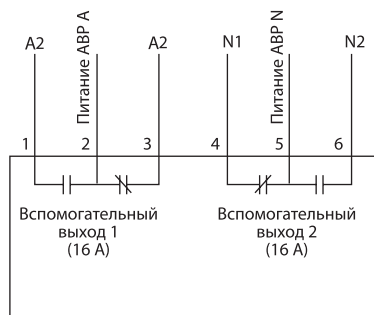

Рисунок 5. Источник питания фазного напряжения
Подключите ввод 1 и ввод 2 (например, фаза А) к нормально замкнутому (3) и нормально разомкнутому (1) контакту вспомогательного выхода 1; подключите ноль N ввода 1 и ввода 2 к нормально замкнутому (4) и нормально разомкнутому (6) контакту вспомогательного выхода 2. Затем подключите общий выход вспомогательного выхода 1 и вспомогательного выхода 2 к цепи управления АВР. При первом включении контроллера конфигурация вспомогательного выхода 1 по умолчанию – «фаза А», а вспомогательного выхода 2 – «ноль N» (смотрите рисунок 5).